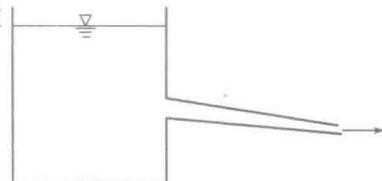

图 1-12
- 1-15 如图 1-12 所示水流通过渐缩管流出,若容器水位保持不变,则管内水流属于( )。